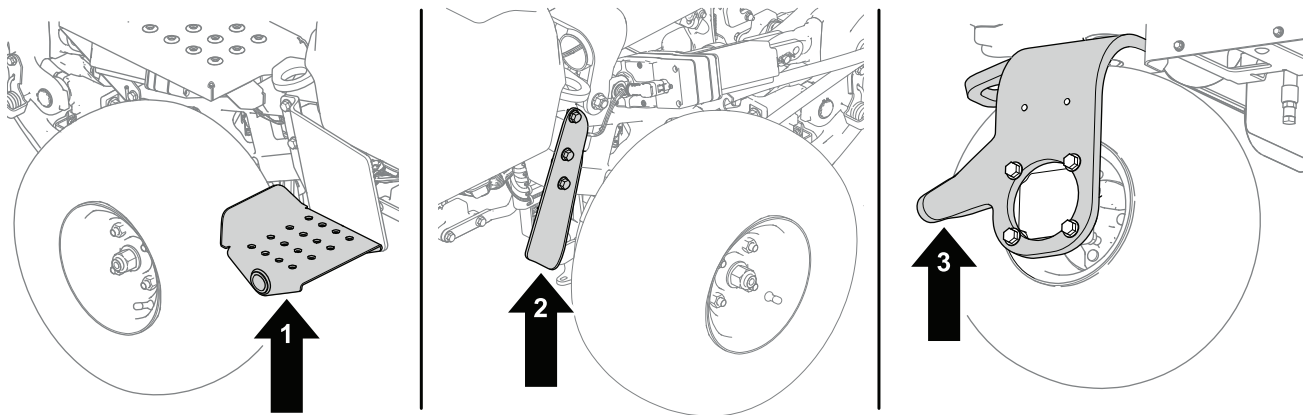

Figura 35
1. Posizionate un martinetto nel punto di sollevamento desiderato (Figura 35):